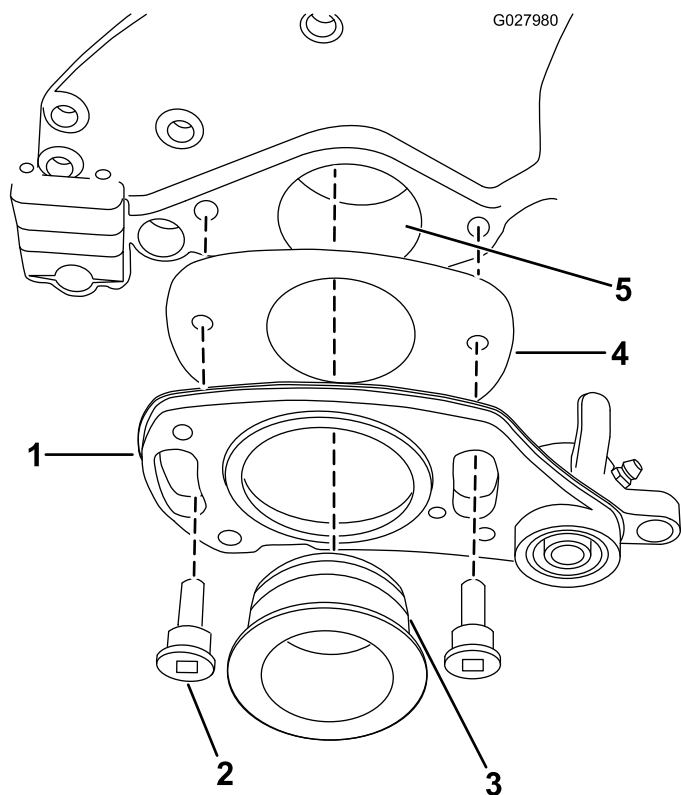

Figure 4
8. Faites glisser l'entretoise sur l'arrière de l'entraînement droit, comme montré à la Figure 4.
9. Enduisez le joint torique et le trou pilote d'une mince couche de graisse (Figure 4).
10. Fixez l'entraînement droit au moyen de 2 boulons à épaulement (Figure 4).